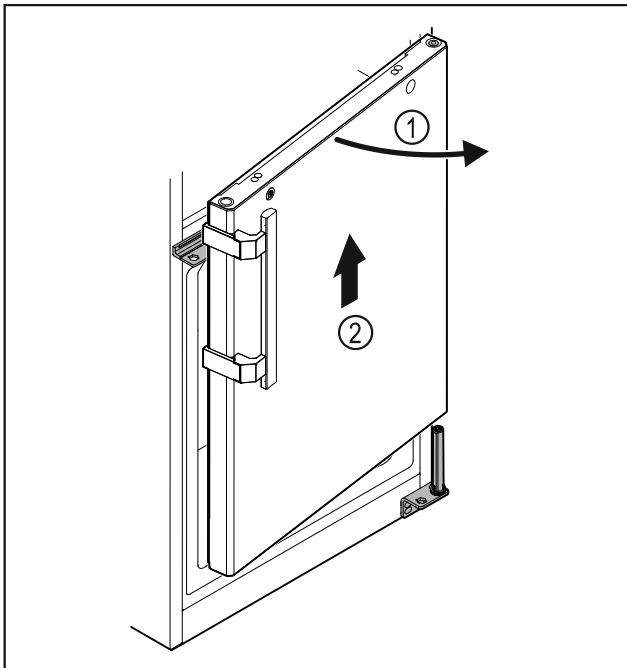

Fig. 23
- Ouvrir légèrement la porte, la soulever Fig. 23 (1) droite d'environ 200 mm et la retirer Fig. 23 (2).